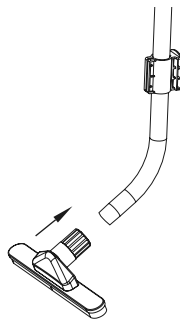

Fig. 10 – Montagem do bocal
- Conecte o tubo extensor no bocal desejado, Fig. 10;